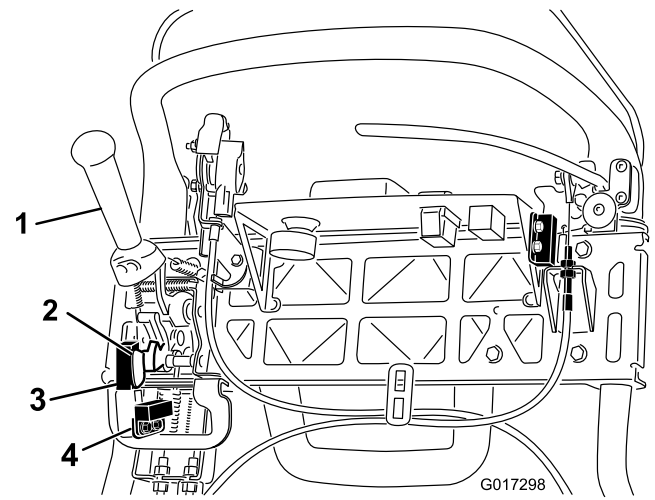

Bild 38
4. Lösen Sie die Befestigungsschrauben des Sicherheitsschalters (Bild 38).
5. Legen Sie eine 1,6 mm dicke Beilagscheibe zwischen den Fahrtriebshebel und den Sicherheitsschalter (Bild 38).
4. Lösen Sie die Befestigungsschrauben des Mähensors (Bild 38).
5. Legen Sie eine 1,6 mm dicke Beilagscheibe zwischen das Mähensorflag und den Mähensor (Bild 38).